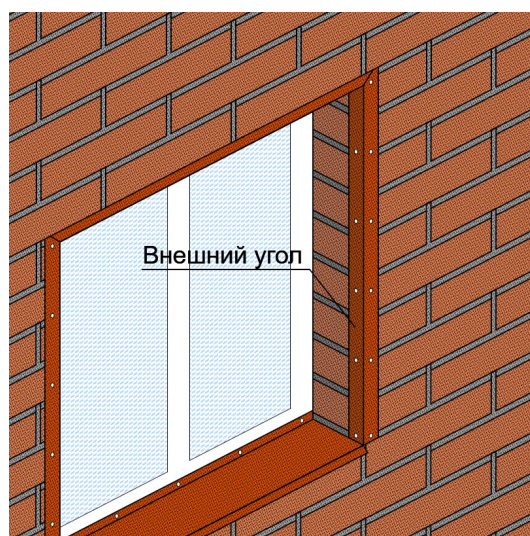

Рис. 30. Обрамление оконного проёма при помощи внешнего угла с посыпкой (тип 2, таблица №2).
8.4.6 Если глубина откоса превышает 100 мм, то оконный проём следует обрамлять при помощи внешнего угла (тип 2, таблица №2) (рис. 30). При этом откос обшивается лепестками фасадной плитки. В данном случае при подходе к внешним углам откосов торцы крайней в ряду фасадной плитки необходимо обрезать с отступом от края 5-10 мм (как на внешних углах, рис. 14).